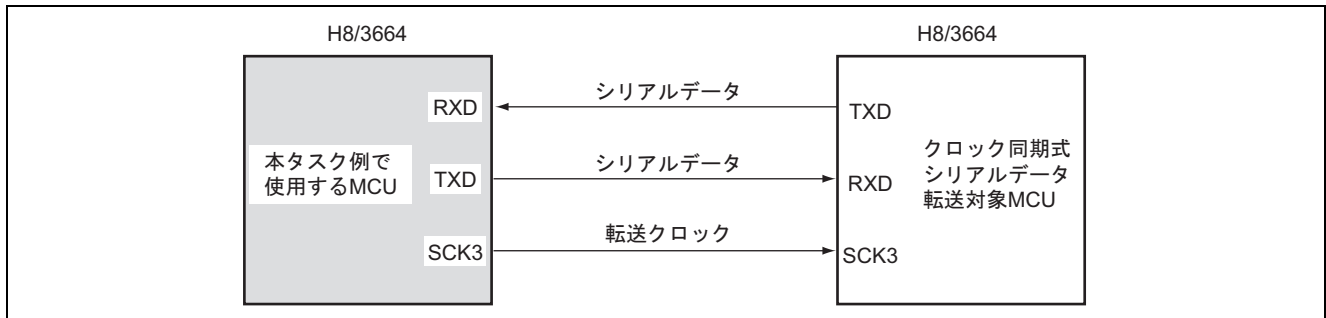

図 1 クロック同期式シリアルデータ同期送受信
1. 図 1 に示すようにクロック同期式シリアル転送機能を使用して、4 バイトの 8 ビットデータを同時に送受信動作します。